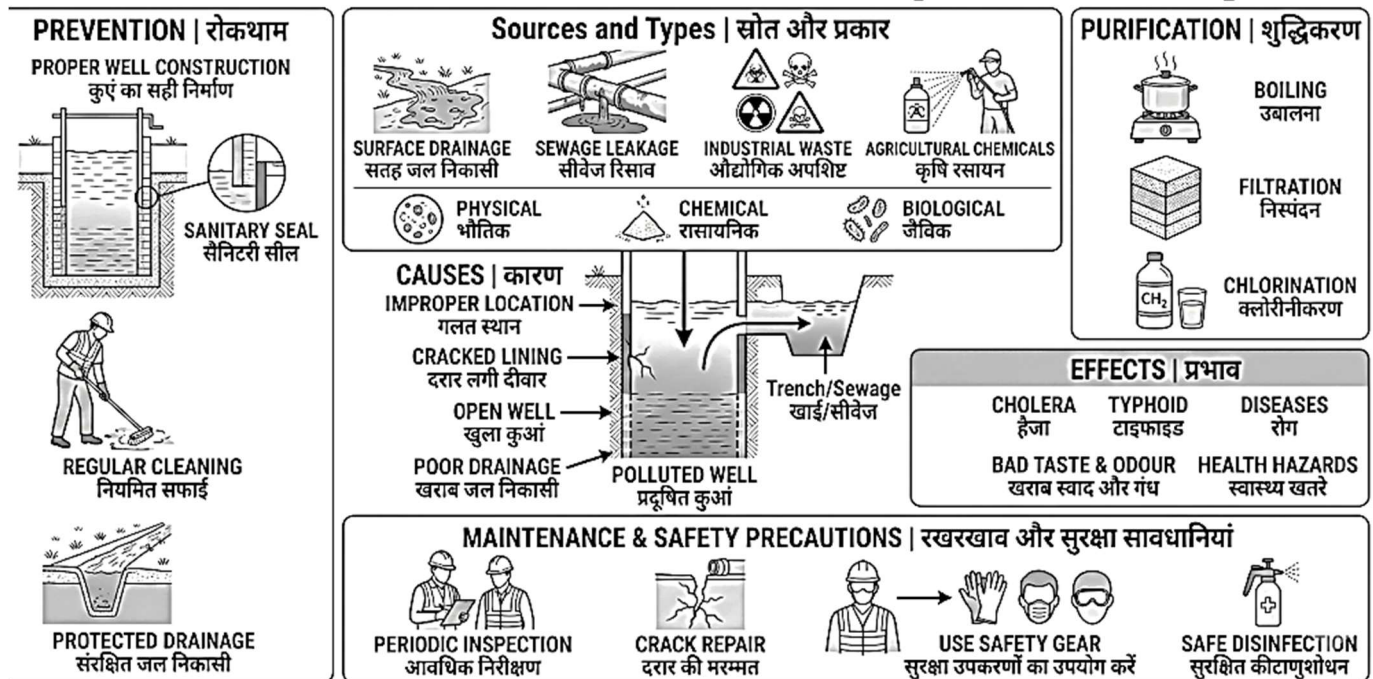

Fig. 8.3: Sources, Effects, Prevention and Purification of Well Water Contamination | कुओं के जल संदूषण के स्रोत, प्रभाव, रोकथाम एवं शुद्धिकरण
8.3.1 Introduction to Water Contamination (Fig. 8.3)
8.3.1 जल संदूषण का परिचय (Fig. 8.3)